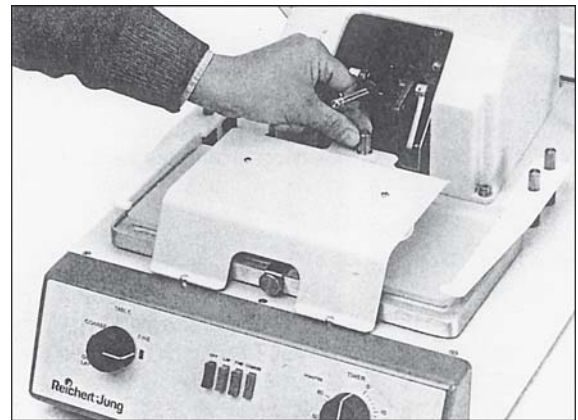

Fig. 23.2
- Insertar los dos apéndices del puente en la ranura detrás del panel frontal. Luego colocar las ventosas elásticas sobre la placa superior, empujar el puente hacia abajo y apretar el tornillo de fijación (**Fig. 23.2**).